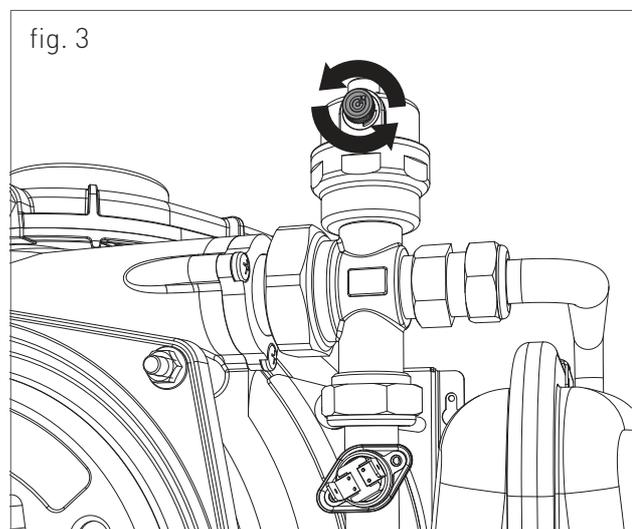

fig. 3
2. aflojar levemente el tapón de la válvula jolly situada en la parte superior del bloque de condensación (fig.3) para que el aire salga del punto más alto de la instalación;